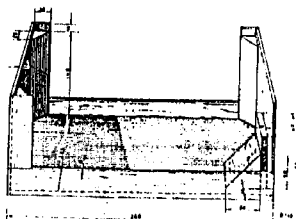

Fig. 1
- Plaats het chassis nimmer op de kop, want de geringste deuk in een der spoelbussen beïnvloedt reeds de zelfinductie zoodanig, dat noodlottige verstemmingen optreden. Plaats het chassis echter op één der korte zijkanten (op een plat vlak) of gebruik een montagebankje als in fig. 1 afgebeeld.